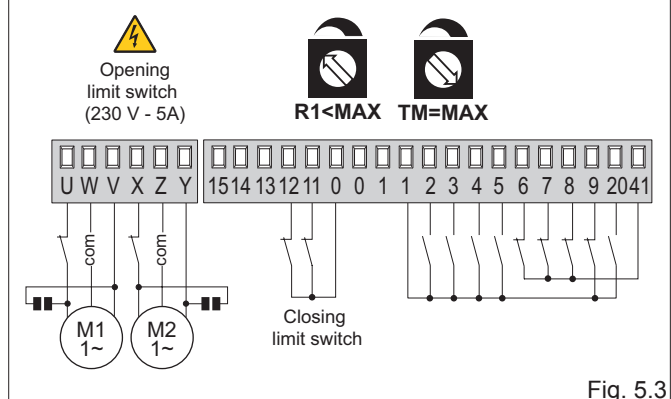

Fig. 5.3
- (Abb. 5.3) Die Flügel kommen an den Endschaltern zum Stillstand und kehren an den Hindernissen um.